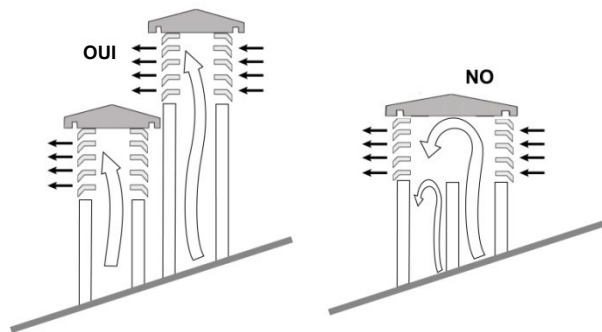
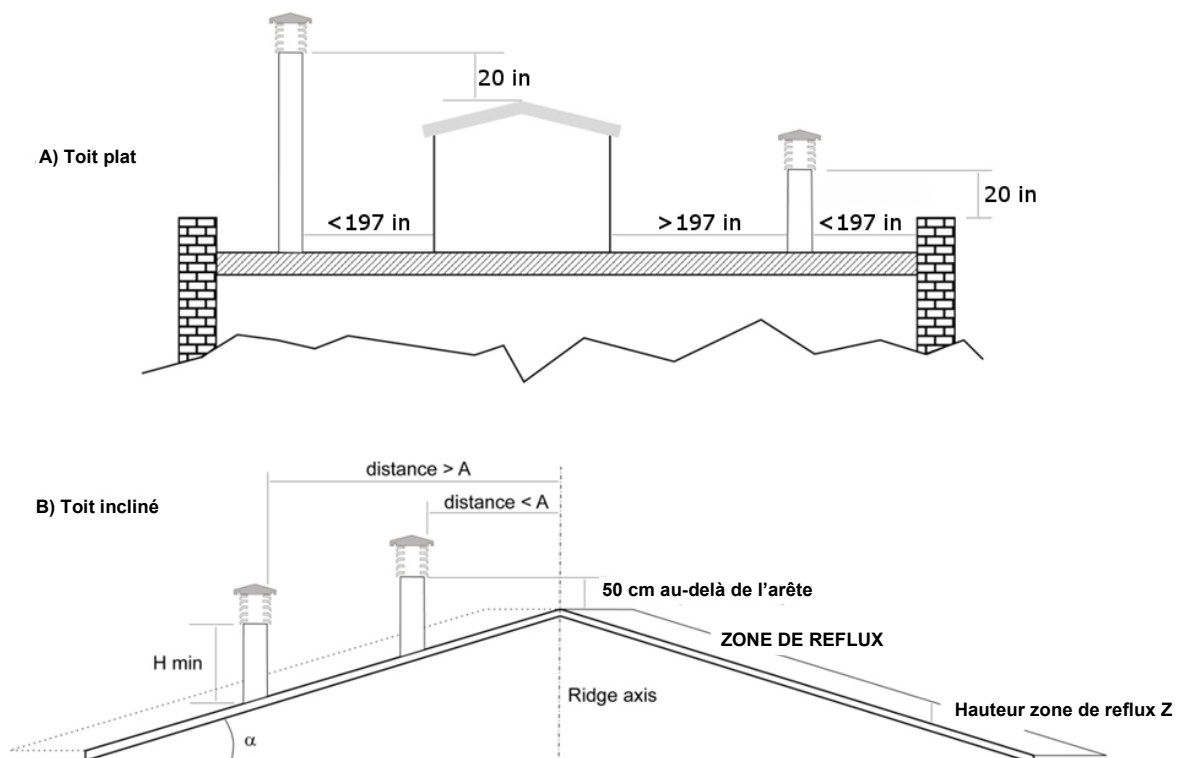

Fig.3
Fig.4
- Chaque fois que vous utilisez des cheminées à sortie parallèle, il est conseillé de soulever un élément de renforcement. (Fig.3)
- Le chapeau de cheminée doit être positionné de façon à garantir une dispersion et une dilution adéquates des produits de combustion et, en tout cas, en dehors de la zone de reflux. Cette zone peut être de différentes tailles et formes en fonction de l'angle de pente du toit, il est donc nécessaire d'adopter les hauteurs minimales indiquées dans les Fig.3 et Fig.4.
- Le chapeau de cheminée doit être à épreuve de vent et dépasser la hauteur de l'arête, Fig.3 et Fig.4.
- Les bâtiments ou d'autres obstacles qui dépassent la hauteur du chapeau de cheminée ne doivent pas être près du chapeau de cheminée même (Fig.3).